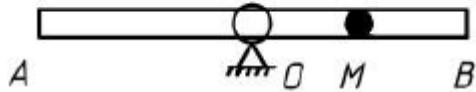

Рис. 2.1
1. Трубка AB вращается вокруг оси O , перпендикулярной к ней, с постоянной угловой скоростью $\omega=4\pi\text{рад/сек}$. Внутри трубы колеблется шарик по закону $s=OM=2 \sin(\pi t)$, (s – в см, t – в сек) (рис. 2.1). В моменты $t_1 = 1/6$ сек и $t_2 = 5/3$ сек определить: 1) абсолютную скорость шарика; 2) его абсолютное ускорение